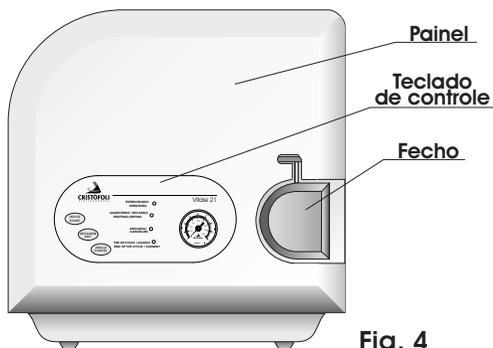
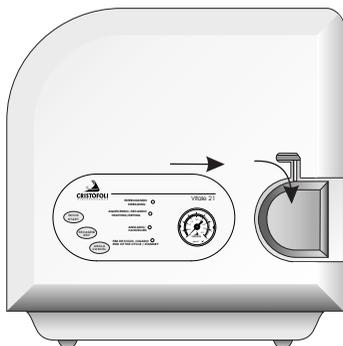

Fig. 4
Fig. 17
- 1▶ **PAINEL** - Está localizado na parte frontal da autoclave, fabricado em plástico ABS injetado, é onde se encontra o teclado de controle da autoclave (Fig. 4).
- 3▶ **TECLADO DE CONTROLE** - Localizado sobre o painel, é onde ficam as teclas de controle e os LEDs indicativos da autoclave (Figs. 4 e 5).
- 5▶ **FECHO** - Localizado na parte frontal da autoclave (Fig. 4). É utilizado para abrir, fechar e travar a porta da autoclave (conjunto painel/tampa). Para verificar a posição correta do fechamento consulte as Figs. 17 e 18 (Pág. 12).
- Feche a porta da autoclave. Para fechar corretamente, ainda com a autoclave aberta e o fecho totalmente para a esquerda, feche a porta pressionando-a contra a câmara (cuba), mova o fecho totalmente para a direita e depois para baixo até o final do curso, (Figs. 17 e 18, pág. 12). Para a abertura da autoclave repita o mesmo procedimento de modo inverso;